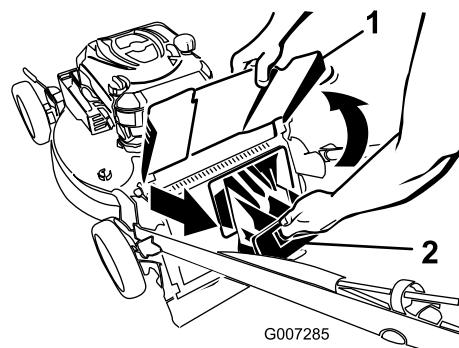

Figure 32
- Soulevez le déflecteur d'éjection et gardez-le dans cette position (Figure 32).